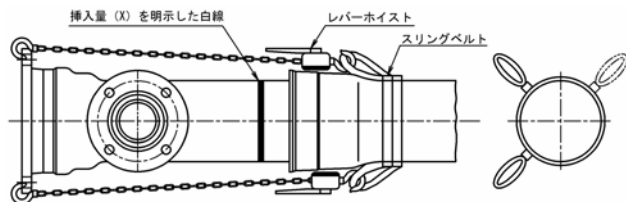
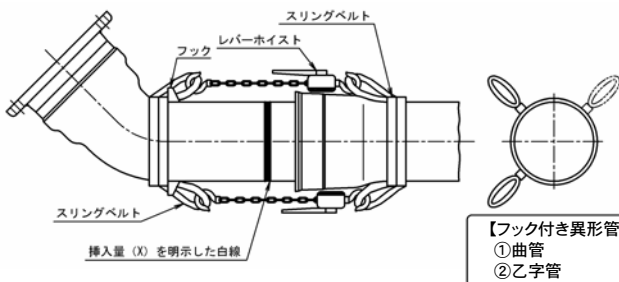

図42 異形管挿し口の接合方法①
図43 異形管挿し口の接合方法②
- 6) 直管挿し口を接合する場合は「ゴム輪のセット」から「挿し口の挿入」までは直管の接合要領と同じである。ただし、挿し口は曲げ挿入せず、受口に対して真直に挿入すること。また、挿入量は白線Aまででなく、挿入量 (X) を挿し口に明示した白線までとなる。
- 7) 異形管挿し口を接合する場合は、2本のレバーホイストを使用して受口に引き込む。図42に示すようにレバーホイストのフックを異形管受口に引っ掛けるか、もしくは図43に示すように挿し口のフックを利用してスリングベルトに引っ掛けて異形管挿し口を受口に引き込む。異形管挿し口を挿入する場合も挿入量 (X) を挿し口に明示した白線までとなる。